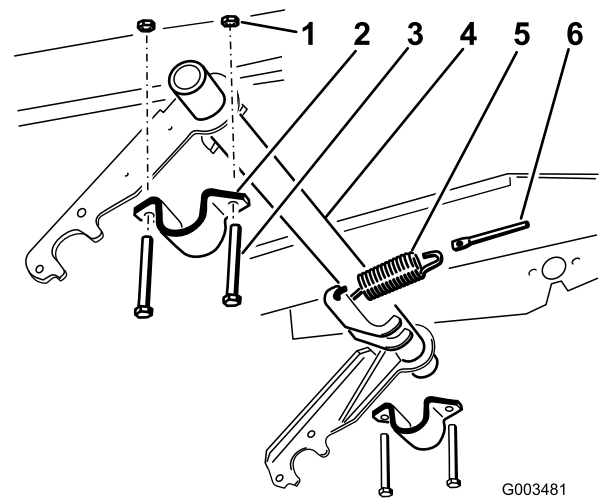

Bild 1
2. Nehmen Sie die zwei Schrauben und Muttern ab, mit denen eine Schwenkrohrhalterung am Rahmen befestigt ist (Bild 1). Nehmen Sie die Schwenkrohrhalterung vom Schwenkrohr ab.